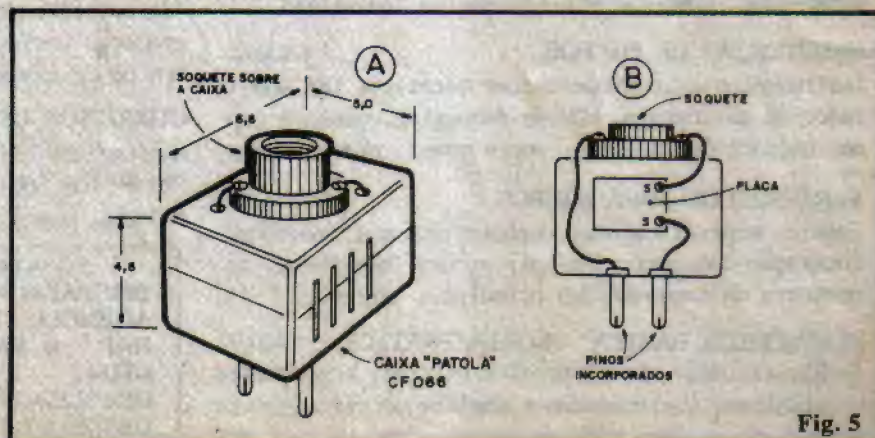

Fig. 5
- **FIG. 5** - Sugestão para o "encaixamento" do circuito. Como já mostrado e enfatizado, o circuito do FOGUE fica "entre" a lâmpada controlada e a C.A. presente - por exemplo - numa tomada af da casa
- 1 - Caixa para abrigar a montagem (ver sugestão da fig. 5).